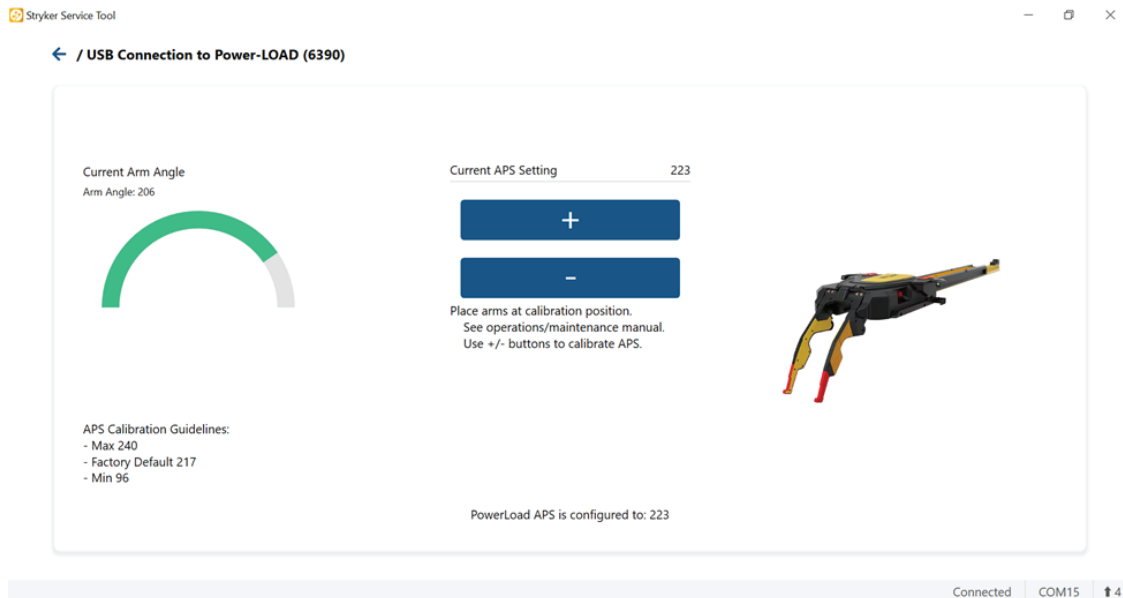

Figure 10 – Enregistrer la nouvelle configuration
14. Une fois la modification de la valeur d'ajustement de déchargement PL terminée, cliquer sur **Définir** pour enregistrer la configuration (Figure 10).